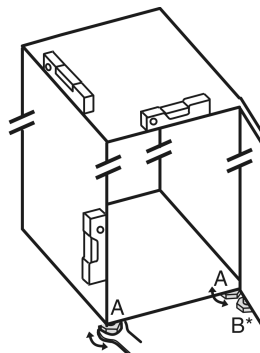

Fig. 34
- ▶ Seřizovací nožky Fig. 34 (A) vyšroubujte pomocí přiloženého vidlicového klíče a pomocí vodováhy, dokud nebude spotřebič pevně vyrovnaný.
- ▶ Seřizovací nožku Fig. 34 (B) na stojanu ložiska vytácejte pomocí přiloženého vidlicového klíče, až dosedne na zem.
- ▶ Seřizovací nožku Fig. 34 (B) otáčejte dál o 90°.